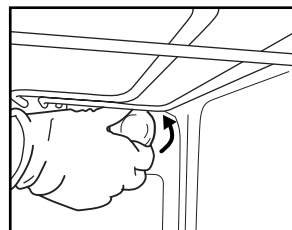

Fig. 5
2. Deșurubați capacul becului (Fig. 5), înlocuiți becul (consultați nota privind tipul de bec) și înșurubați la loc capacul becului.